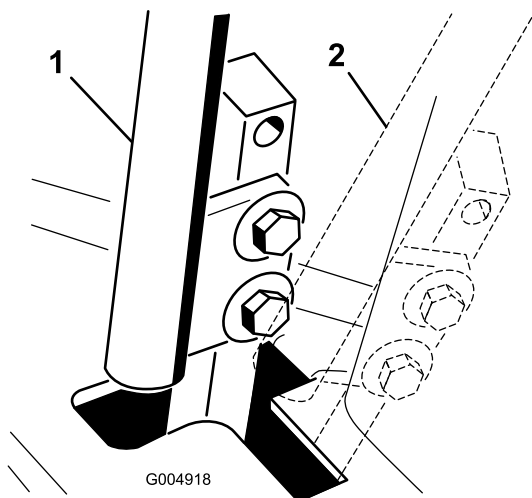

図 64
4. レバーのうちの1本をニュートラル位置にセットするがロックはしない(図 64)。
6. コントロールレバーと、コンソールのノッチとの位置関係を見る(図 64)。レバーがノッチの中心に整列しており、レバーを外側に倒せばニュートラル固定位置にセットされる状態であれば適切である。